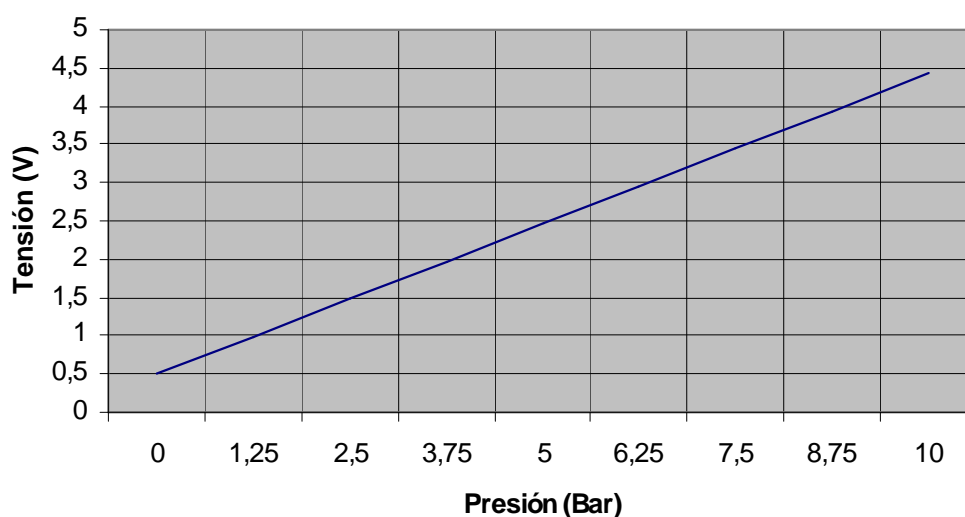
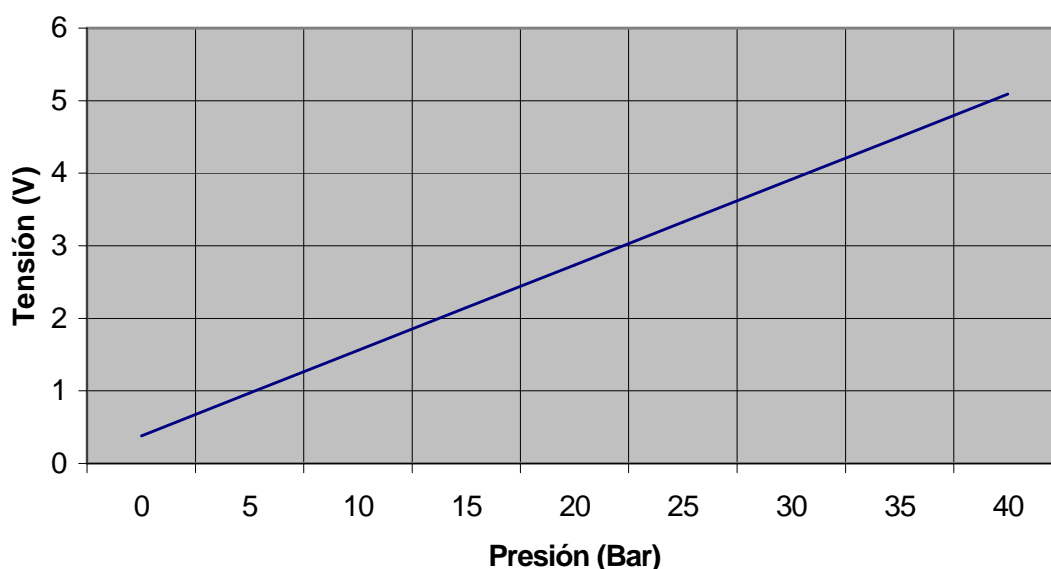

Figura D-4. Curva de transferencia presión – voltaje transductor de baja presión
Figura D-5. Curva de transferencia presión – voltaje transductor de alta presión
D.3.9.2 Rango de actuación de los transductores (Figura D-4 y Figura D-5)
Los transductores de presión desarrollan una señal de tensión (analógica) proporcional al valor de la presión. La Figura D-4 y Figura D-5 muestran las gráficas tensión de salida - presión para los transductores de baja y alta presión respectivamente, mientras que la Tabla D-4 muestra los valores de actuación de los transductores instalados en el equipo compacto.